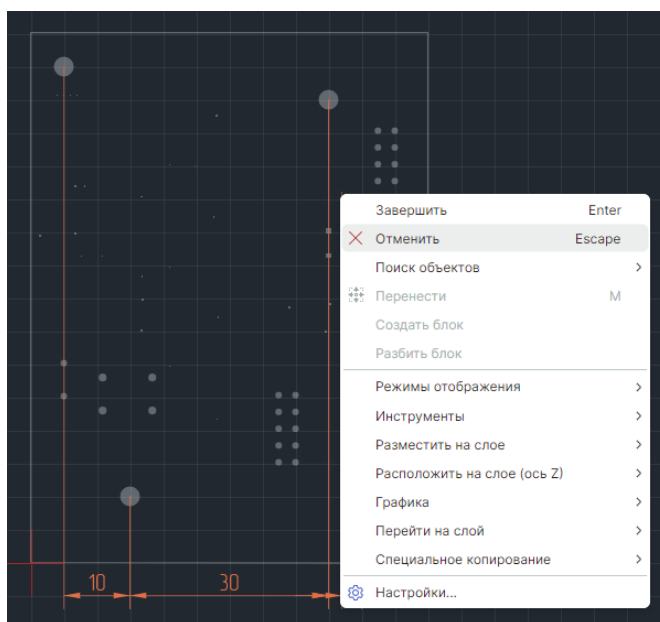

Рис. 464 Завершение работы с линией
8. Для завершения работы с размерной линией нажмите клавишу «Escape» или вызовите контекстное меню и выберите «Отменить», см. Рис. 464.